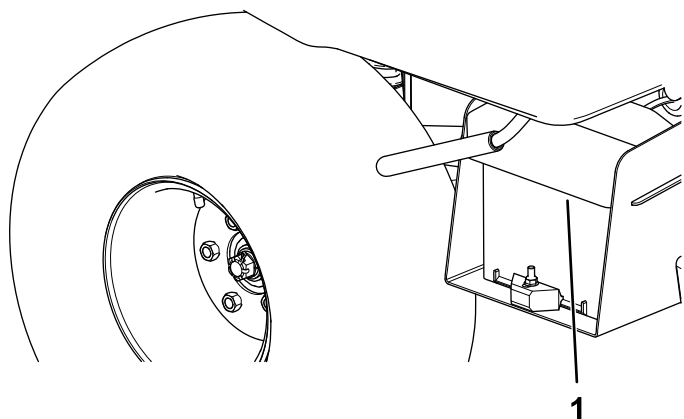

Figura 4
1. Stringete il coperchio della batteria per liberare le linguette dalla cassetta della batteria (Figura 4).
2. Staccate il coperchio dalla cassetta della batteria (Figura 4).
6. Allineate il coperchio sulla cassetta della batteria (Figura 4).
7. Stringete il coperchio della batteria, allineate le linguette alla base della batteria e rilasciate il coperchio (Figura 4).